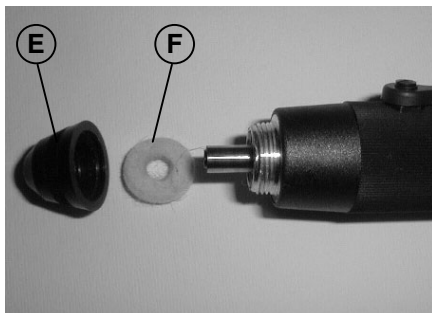

Fig. 4
- pulire il feltrino (F) posto all'interno della testina (E), come visibile in Fig. 4;